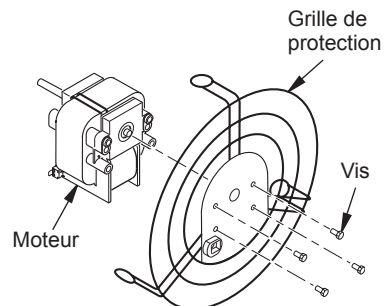

Figure 8 - Enlèvement et pose de la grille du ventilateur du moteur
4. Enlevez les deux boulons et les vis qui retiennent la grille du ventilateur au moteur avec un tourne-écrou. Retirez la grille du ventilateur du moteur (voir Figure 8).